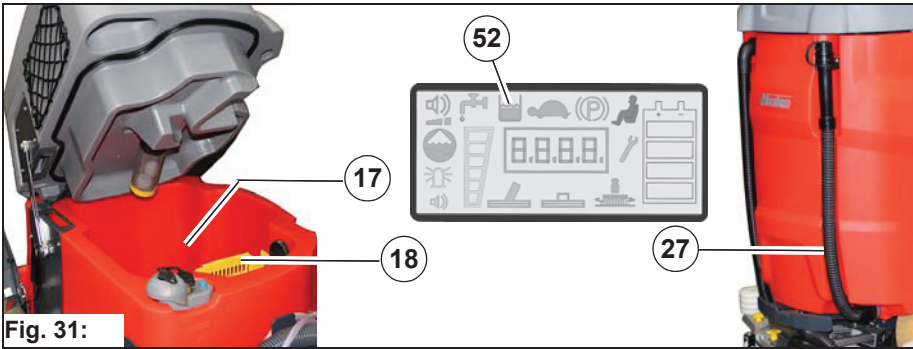

**Fig. 30:**
Kontroller filtersilen **Fig. 30-B** fra ferskvannsfileret **Fig. 28-24** ukentlig og rengjør eller skift ut ved behov.
2. Skru og ta av filterdekselet **Fig. 30-A**.
3. Ta filtersilen **Fig. 30-B** ut fra filterhuset og rengjør under rennende vann. Skift ut filtersilen ved behov.